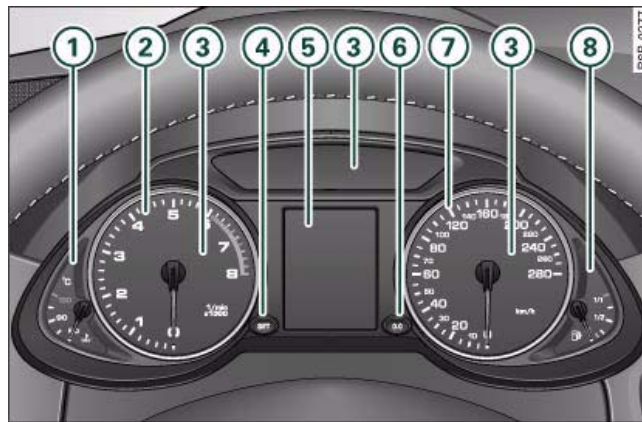

Fig. 2 Cuadro general del cuadro de instrumentos
El indicador para la temperatura del líquido refrigerante ① ⇒ fig. 2 funciona sólo con el encendido conectado. Para evitar averías en el motor, tenga en cuenta las siguientes observaciones sobre los márgenes de temperatura.
El indicador del cuentarrevoluciones  ⇒ *página 9*, fig. 2 sólo debe permanecer unos instantes en la zona roja de la escala: de lo contrario podría dañarse el motor. El comienzo de la zona roja en la escala depende de cada motor.